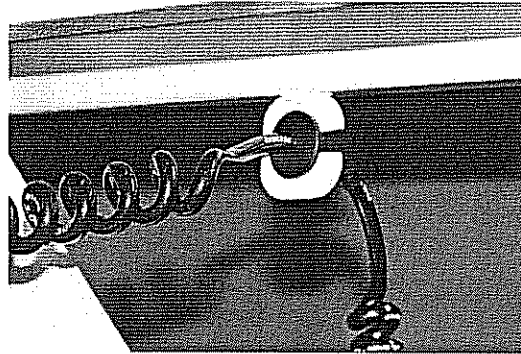

Abbildung 18
11. Die Zugentlastung ist fest in den Halter an der Kopfseite einzuziehen (Abbildung 18).